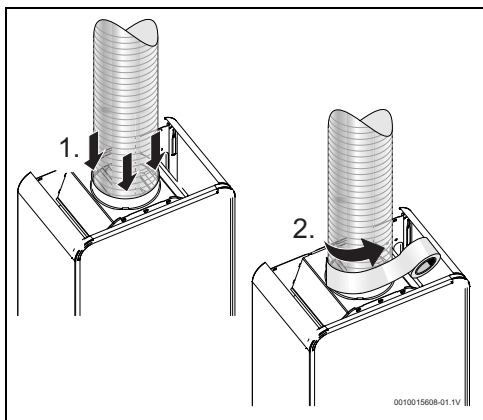

Fig. 12
- debe introducirse en el interior del anillo de la chimenea ( $\rightarrow$  dimensión del anillo en la Tab. 4), sin huecos, y apoyarse en las conexiones. Si hay huecos, la conexión debe sellarse con material adecuado (Fig. 12),